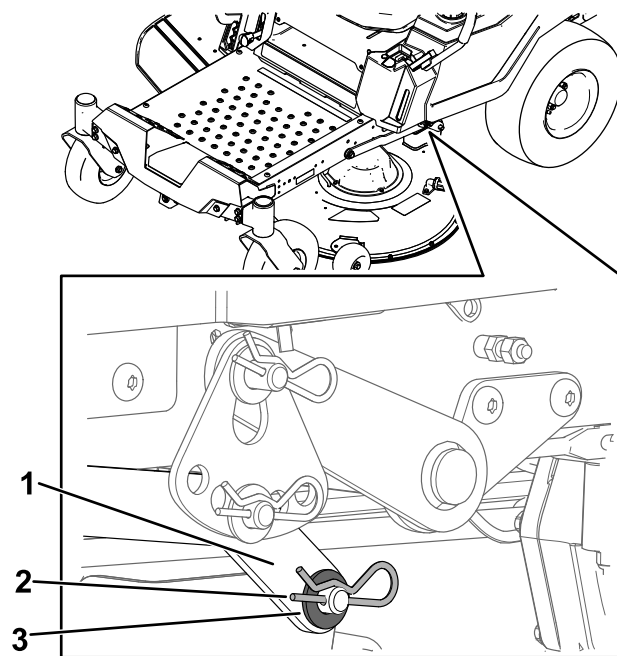

Figura 72
6. Num lado da máquina, remova a anilha e o perno de gancho do pino da plataforma (Figura 72).
7. Remova o braço de elevação do pino da plataforma (Figura 72).
5. Num lado da máquina, eleve a traseira da plataforma do cortador e eleve o braço de elevação para o pino da plataforma (Figura 72).
6. Instale o braço de elevação utilizando a anilha e o perno de gancho (Figura 72).